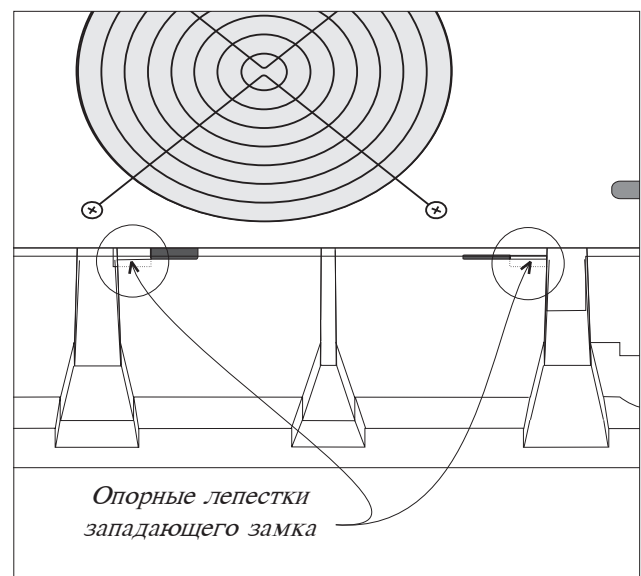

Рис. 8-8 Опорные лепестки западающего замка
3. Обратите внимание на два опорных лепестка “западающих замков”, расположенных в передней части силового модуля. См. рис. 8-8. Эти “западающие замки” надежно удерживают модуль в шкафу. При удалении отказавшего модуля слегка поднимите переднюю часть модуля для освобождения опорных лепестков “западающих замков” и затем вытяните модуль из отсека.